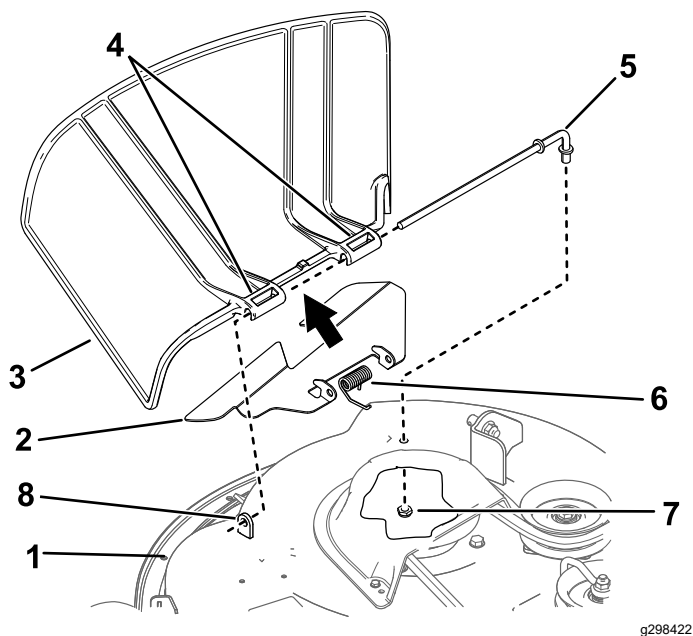

Figura 74
- Retire la tuerca ($\frac{3}{8}$ ") de la varilla debajo del cortacésped (Figura 74).
2. Retire la varilla del espaciador corto, del muelle y del deflector de hierba (Figura 74).
4. Instale el deflector de hierba nuevo (Figura 74).
7. Deslice la varilla a través del segundo pivote del deflector de hierba (Figura 74).
9. Sujete el extremo trasero de la varilla en el cortacésped con una tuerca (3/8"), como se muestra en la Figura 74.